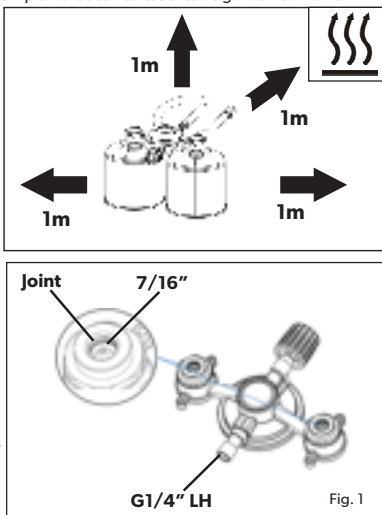

Fig. 1
- Vérifier que les joints d'étanchéité (Figure 1) sont en place et en bon état avant de raccorder le conteneur de gaz à l'appareil. Ne pas utiliser l'appareil si l'un de ses joints d'étanchéité est endommagé ou usé. En cas de doute, remplacer le joint d'étanchéité avant d'utiliser la cartouche.